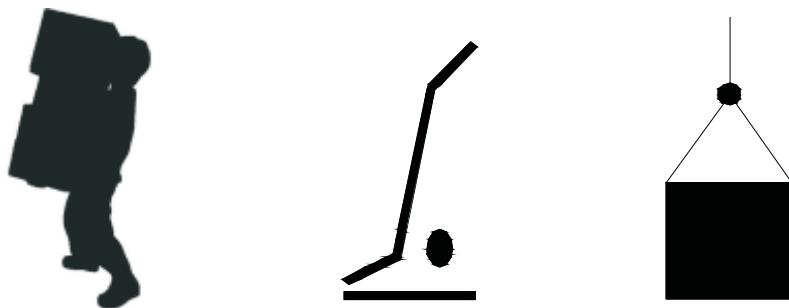

图9-2
- 3 ,产品搬运一般采用手提式或小车搬运移动、吊装移动, 如图9-2所示。